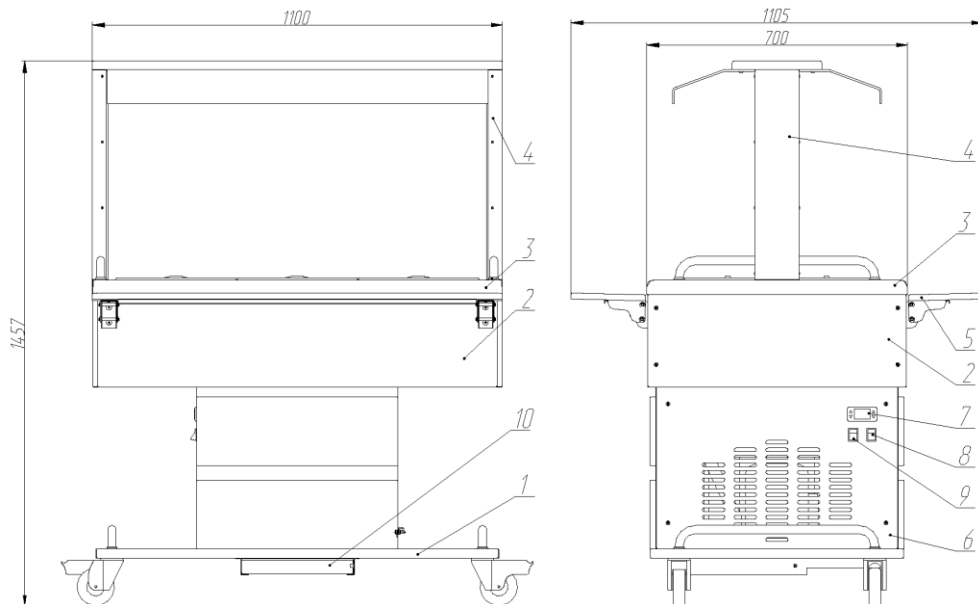

Рисунок 1 – Внешний вид изделия
5.1 Основные элементы изделия представлены на рис.1
6.5 Закрепите полки (поз.5) см. рис. 1. для этого: